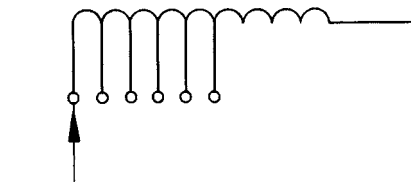

Рис. 23. Линейное переключение (тип L)
- линейное переключение (см. рис. 23);